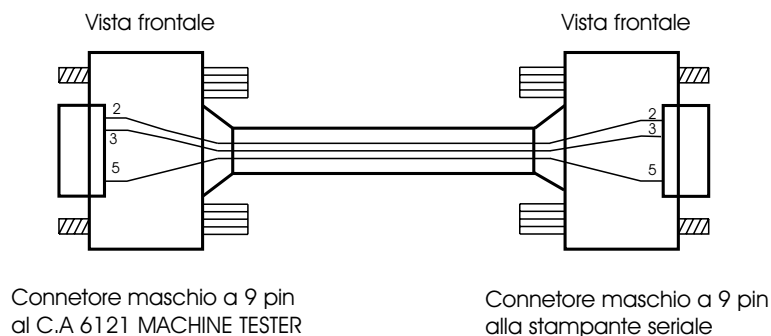

Fig.29. Cavo di comunicazione RS 232 (stampante)
1. Collegare il MACHINE TESTER C.A 6121 alla stampante seriale o al PC secondo le figure 29 o 30 utilizzando un cavo di comunicazione RS 232 ed adattatori appropriati.